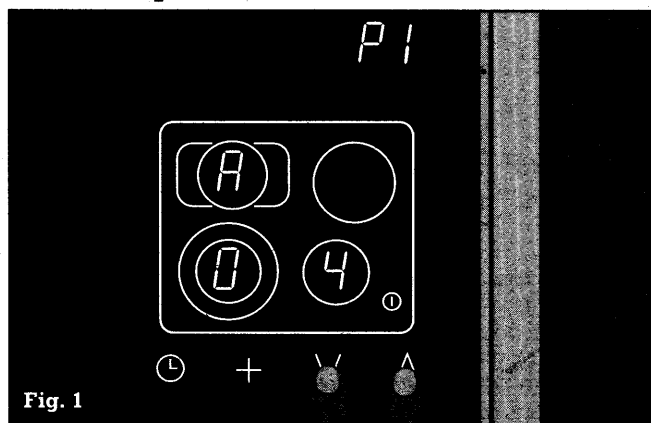

Fig. 1
- Accione con grupo de cocción conectado los símbolos **V** y **Λ**. Suenan una señal acústica. Pulse con los dedos durante algunos segundos hasta que suena una segunda señal acústica, iluminándose **P I** en el panel del temporizador. Retire ambos dedos de los símbolos. En el cuadro de indicación de grupos de cocción aparece **RD4**, es decir que se ha ajustado un tiempo de cocción inicial de 4 minutos (Fig. 1).